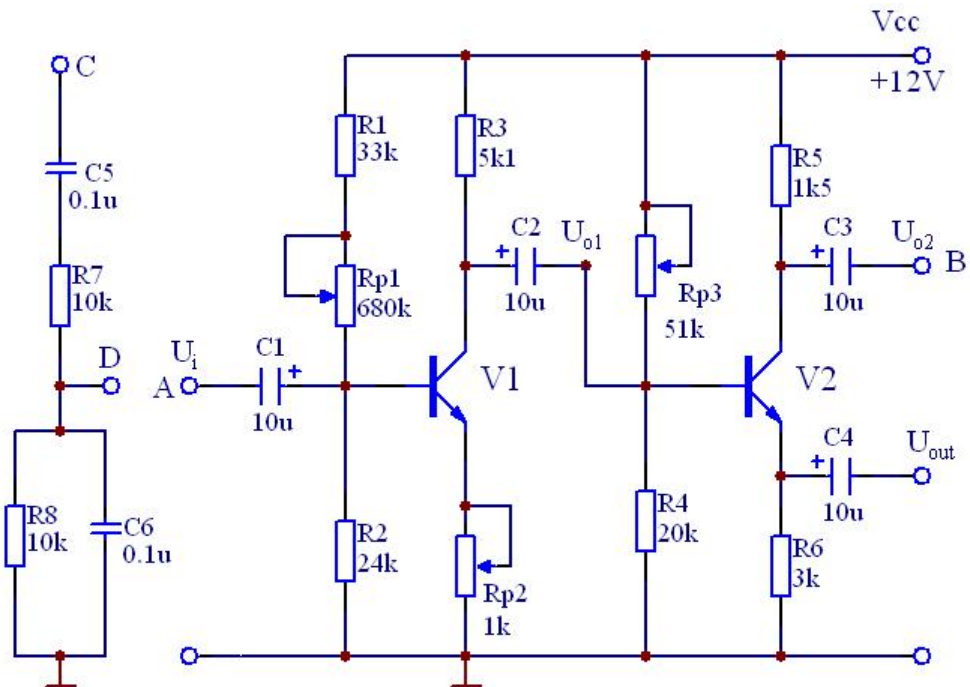

图 16.1 RC 正弦波振荡电路
2. 试计算图 16.1 电路的振荡频率。
1. 按图 16.1 接线。RC 串并网络先不接入(A-D、B-C 先不连接)，调节  $R_{P2}$  约为  $300\Omega$ ，调节  $R_{P1}$  使 V1 集电极  $U_{C1}$  约为 6V，调节  $R_{P3}$  使 V2 发射极  $U_{E2}$  约为
- (1) 图 16.1 所示电路是什么形式反馈。
- (2)  $R_3$   $R_5$   $R_6$  在电路中各起什么作用。
- (3) 试分析前后两级放大电路的工作原理。
- (4) 试分析实际振荡频率和 RC 串并联谐振频率偏差的原因。